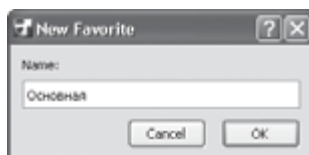

Рис. 3.7. Ввод имени нового элемента списка избранных настроек
5. Нажмите кнопку Save Current Settings as Favorite (Сохранить текущие настройки в качестве избранных). Появится окно New Favorite (Добавить настройки) (рис. 3.7).
6. Введите имя, под которым вы хотите сохранить текущие настройки параметров линии, например Основная (см. рис. 3.7).